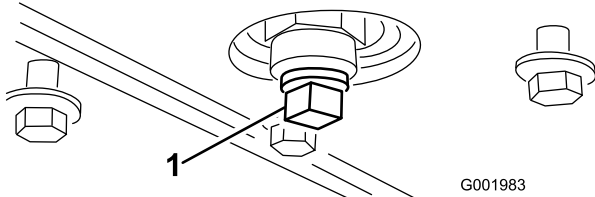

Figura 48
5. Retire o tampão de escoamento (Figura 48).